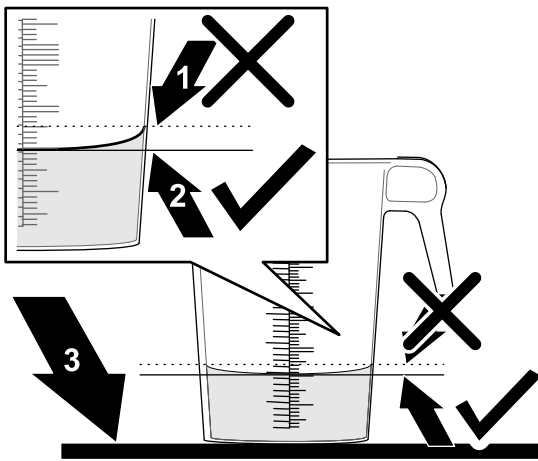

Figure 45
6. Placez le récipient gradué sur une surface plane et horizontale, et notez le volume de liquide (Figure 45).